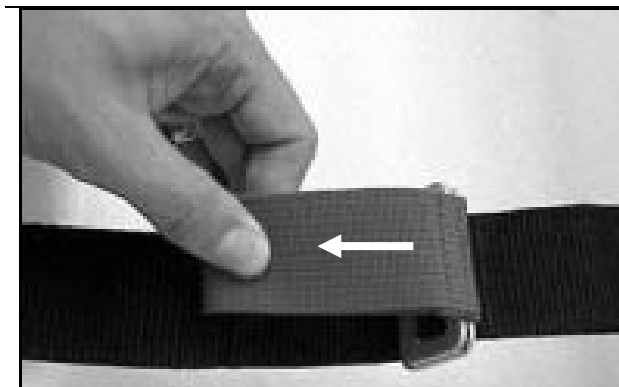

Figura 10 - Allentamento della cintura
1. Tirare la linguetta staccata rossa contro la fibbia (Figura 10). Continuare a tirare fino a che la cintura non sia allentata come voluto.